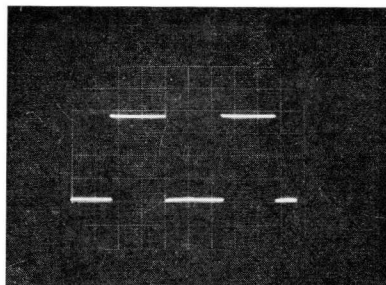

Fig. 11. Rechthoekweergave via de meetkop bij 2 kHz
- Zet "V/div." A (B) op "20 mV/div.", "x1-x10" A (B) op "x1".
- Controleer of de rechthoekweergave in de standen "50 mV/div." en "100 mV/div." minstens even goed is als in fig. 11.